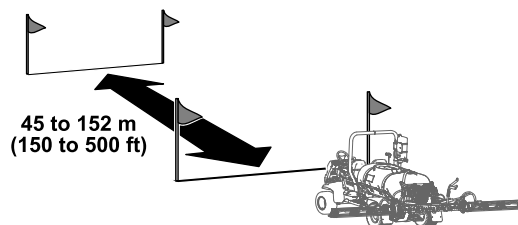

Figura 63
5. Marque una línea de salida en la zona de césped de prueba (Figura 63).
3. Pulse el botón 2 del InfoCenter y conduzca hasta la línea de llegada (Figura 66 y Figura 63).